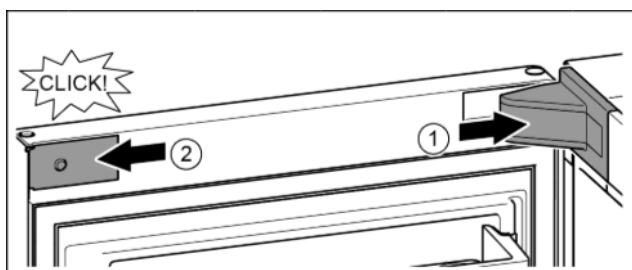

Fig. 19
- ▶ Nasadíte a zaklapnete kryt stojanu ložiska, příp. opatrně přitlačte od sebe. Fig. 19 (1)
- ▶ Z boku nasadíte záslepku a zaklapnete. Fig. 19 (2)